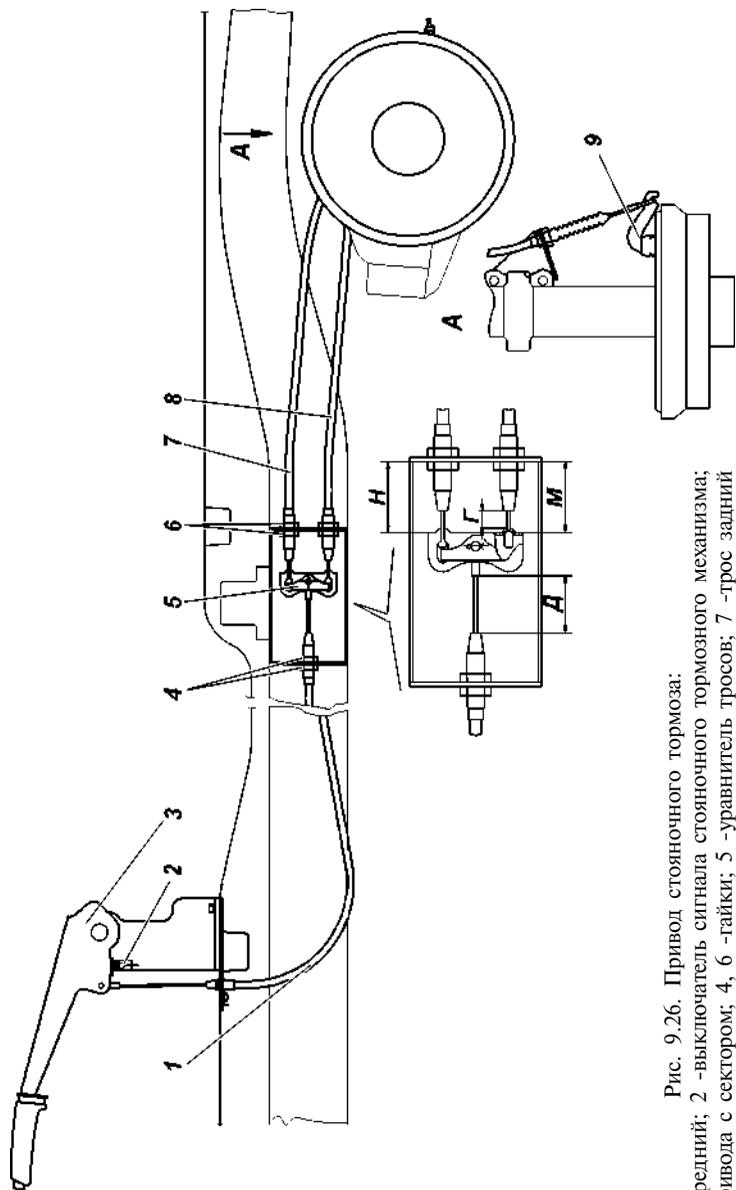

Рис. 9.26. Привод стояночного тормоза:
**Колесный стояночный тормоз** действующий на тормозные колодки задних колес (рис. 9.26).
3. Установите рычаг стояночного тормоза 3 (рис. 9.26) в нижнее положение.
$D = 35$  мм (min) и разницу размеров М и Н не более 6 мм (рис. 9.26). При выборе слабины тросов, перемещение рычагов 9 не допускается.